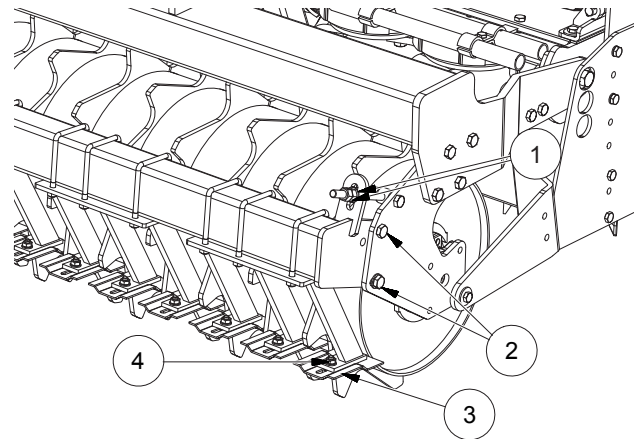

FIG. 39
- Die Schraubenmutter lockern (2, "Fig. 39").
- Die Schraubenmutter (1) lockern bis zum Annähern des Schabers an der Walze, soweit gewünscht.